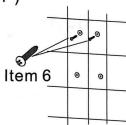
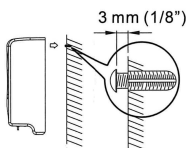
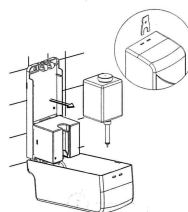

fig. 2
fig. 3
fig. 4
4. Insérer 2 vis (fournies) dans les chevilles en plastique, en les laissant dépasser de 3 mm ($1/8"$) du mur afin de pouvoir y accrocher le distributeur (fig. 2 et 3)
6. Utiliser la clé pour déverrouiller et ouvrir le capot (fig. 4)
4. Insert two (2) screws (supplied) into top plastic anchors and leave 1/8" (3) space from the wall under head (fig . 2 and fig. 3) for hanging dispenser.
5. Hang the dispenser on the two (2) screws through the keyhole slots at backplate top.
6. Use key to unlock and pull forward the housing cover (fig. 4).